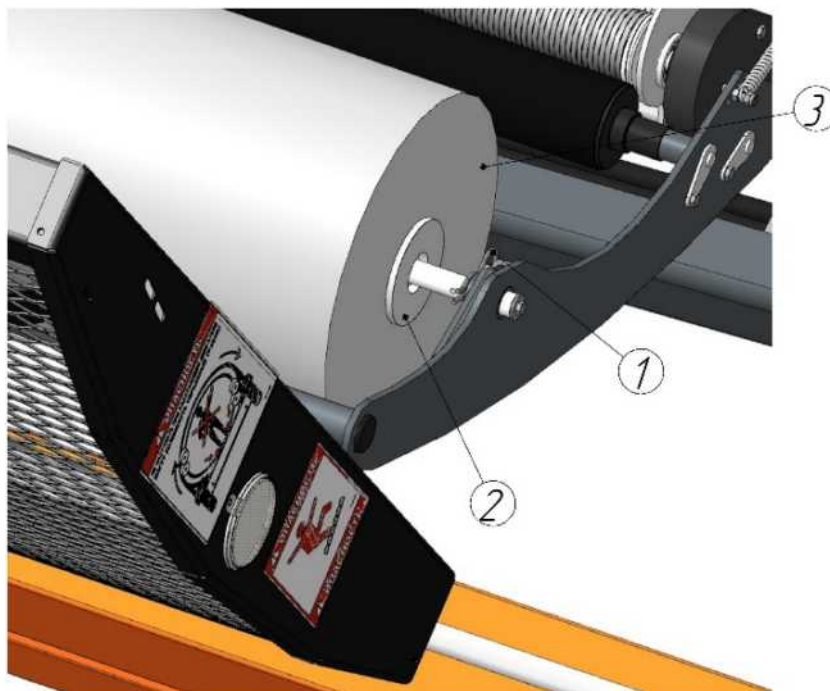

Рисунок 7.5 - Установка плёнки в ролики
5. Удерживающий ролик 2 (рисунок 7.5) на каретке, расшплинтуйте и отведите в сторону.